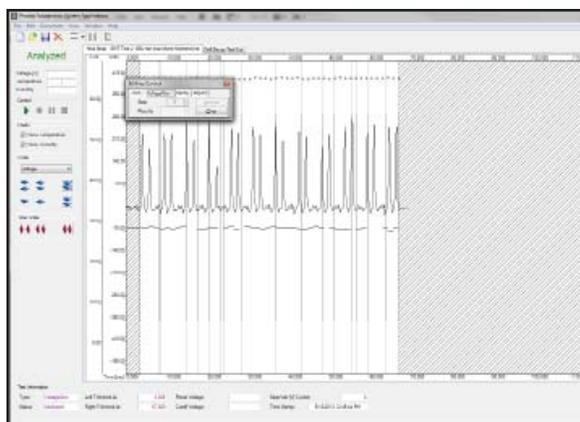

図 31: : 電圧発生に対応するサイクル数を入力してください。
4. Voltage Gen のタブを押しステップサイクルかトリミングしていないチャート上の測定ピーク数を入力しAnalyzeを押してください。正しいピーク数であることをアルゴリズムのプログラムにより確認されると最小値(Min)と最大値(Max) のピークを縦線で表示します。(図 31)
5. Voltage Gen のタブを押しステップサイクルかトリミングしていないチャート上の測定ピーク数を入力しAnalyzeを押してください。正しいピーク数であることをアルゴリズムのプログラムにより確認されると最小値(Min)と最大値(Max) のピークを縦線で表示します。(図 31)